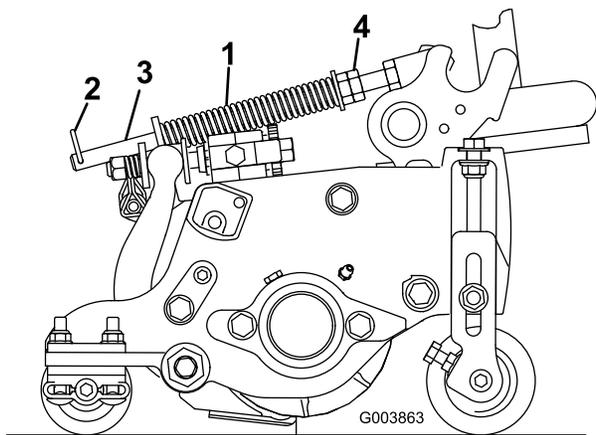

図 17
- 3 ターフ補正スプリング(図 17)は、前ローラから後ローラへと、カッティングユニットの体重移動を行います。これによりユニットを安定させ、いわゆる「波打ったような」仕上がりボビングとかマーセリングといわれる現象を防いでいます。
1. ヘアピンコッターがスプリングロッドの後の穴に差し込まれていることを必ず確認しおいてください(図 17)。
- 2. スプリングロッド前部の六角ナットを締め、スプリング圧縮状態の長さが以下の通りになるようにする5インチカuttingユニットでは 12.7cm 7インチカuttingユニットでは 15.9cm 図 17。